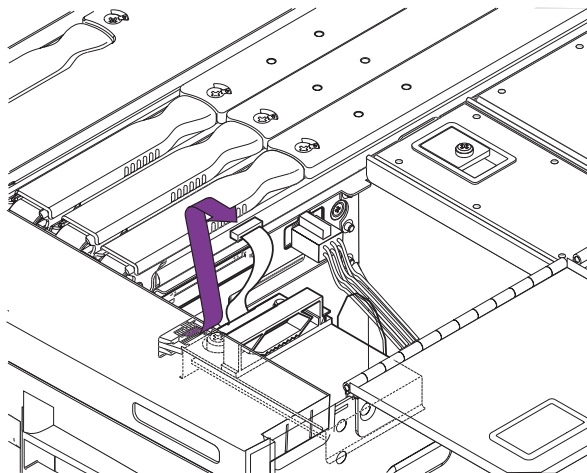

図 6-19 SCC リーダーケーブルの取り外し
9. IB\_SSC ボードから SCC リーダーケーブルを外します (図 6-19)。
3. SCC リーダーケーブル (図 6-19) を IB\_SSC ボードに接続します。